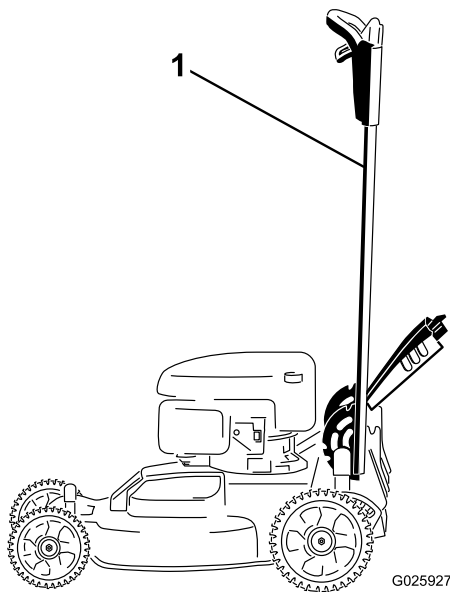

Figura 40
1. Bloqueie a pega na posição vertical (Figura 40); consulte Ajuste da altura da pega (página 11).